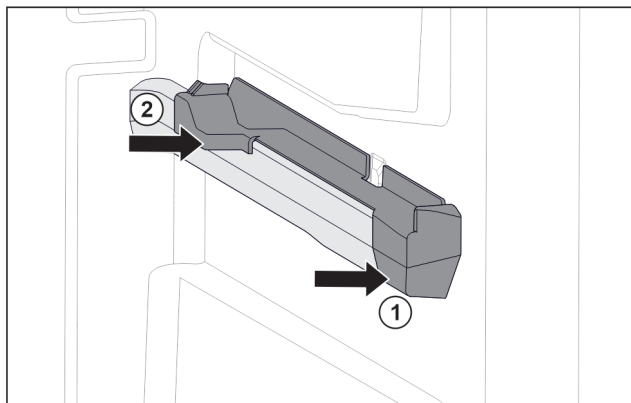

Fig. 196 Nasazovací díl na pravém žebrování na nádoby
- ▶ Nasadte nasazovací díl na žebrování na nádoby. Fig. 196 (1)
- ▶ Přitlačte nasazovací díl k zadní části. Fig. 196 (2)